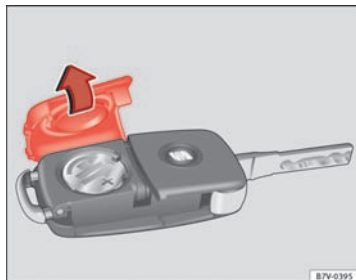

Fig. 15 Bilnøgle: Sådan åbnes dækslet til batterirummet.
- Tag afdækningen på bagsiden af bilnøglen ⇒ Fig. 15 af i pilens retning ⇒ ①.
- Sæt afdækningen på som vist på billedet ⇒ Fig. 15, og tryk den mod pilens retning på bilnøglen, indtil den går i hak.